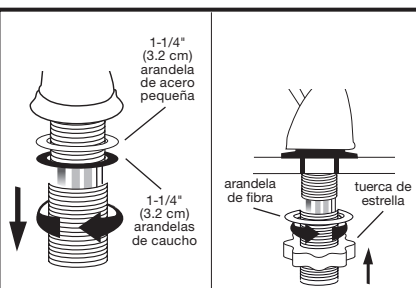

Figura 1
- ☐ Desatornille y quite la extensión roscada del cuerpo de la válvula. **No la tire, ya que la necesitará posteriormente** (Vea la Figura 1).